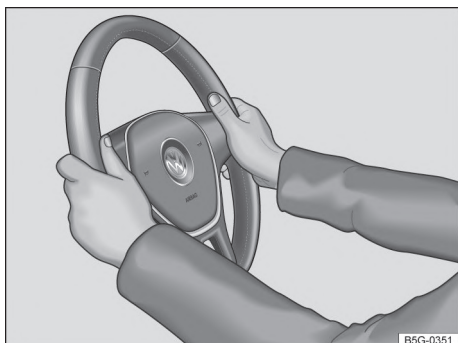

Fig. 64 En el volante: posición 9 y 3 horas.
- Ajustar la posición del volante de forma que pueda sostenerlo lateralmente por el borde exterior en las posiciones equivalentes a las 9h y a las 3h → fig. 64 con ambas manos y los brazos ligeramente doblados.
- Empuje la palanca ① siempre por su mango con firmeza hacia arriba después del ajuste, para bloquear la posición del volante.
- Durante la conducción, siempre sujetar el volante con ambas manos lateralmente en el borde exterior en la posición equivalente a las 9:00 y a las 3:00 → fig. 64, para reducir las lesiones provocadas por un disparo del airbag frontal del conductor.